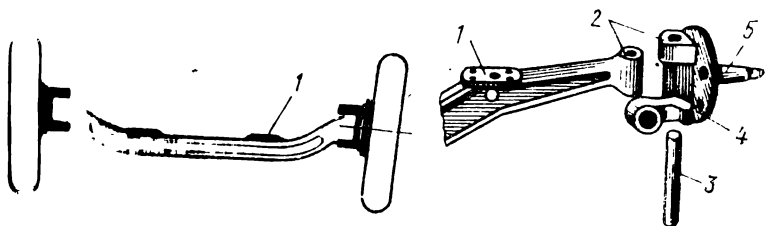

Рис. 37
IX. На рис. 37 изображен передний мост и его детали. Какой это мост — разрезной или неразрезной? Какая деталь обозначена цифрой 1?
X. Цифрой 2 на рис. 37 обозначены отверстия для соединения балки с деталью 4 при помощи детали 3. Как называется деталь 4 и деталь 3?
Задание 90. I. Для чего служит деталь 5 (рис. 37)? Почему передняя ось слегка выгнута?